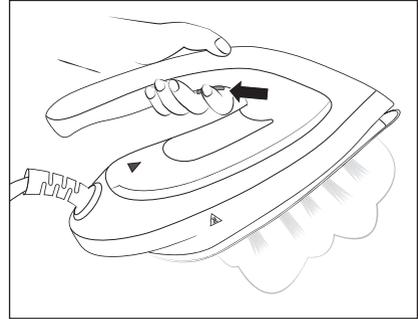

Fig. 5
- 1) Laissez chauffer le fer à repasser à vapeur ❶ jusqu'à ce que la touche **MAX** ☞ ❷ ou **ECO** ☞ ❸ reste allumée.
- 2) Retirez le fer à repasser à vapeur ❶ de la surface de pose ❷ et appuyez sur la touche Jet de vapeur ☞ ❸ (voir fig. 5) pendant le repassage. De la vapeur sort par les perforations de sortie de la vapeur dans la semelle de repassage ❹.